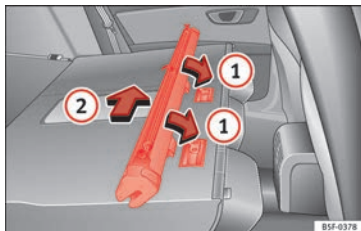

Fig. 169 Monter le filet de séparation sur le dossier de la banquette arrière.
- Placez la structure du filet sur les renforcements des rails de fixation dans le sens des flèches » **fig. 169** ①.
- Poussez la structure vers le côté gauche du véhicule dans le sens de la flèche » **fig. 169** ② et jusqu'à la butée.
- Tirez la structure du filet de 5 cm environ dans le sens contraire à celui de la flèche » **fig. 169** ②.
- Retirez la structure du rail de maintien en tirant dans le sens contraire à celui des flèches » **fig. 169** ①.